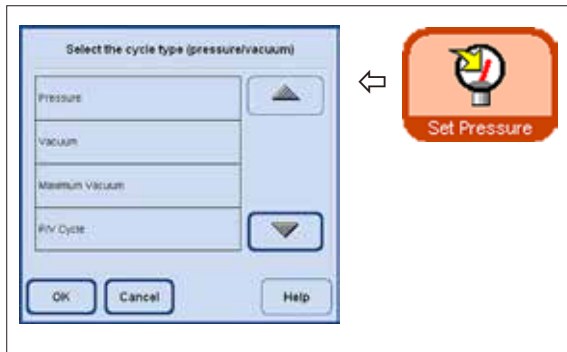

Fig. 133
- Se poate selecta un tip de ciclu de presiune. Pentru a face acest lucru, apăsați butonul **SET PRESSURE** (SETARE PRESIUNE) și apăsați fereastra de introducere **SELECT THE CYCLE TYPE** (SELECȚAȚI TIPUL DE CICLU) (Fig. 133).